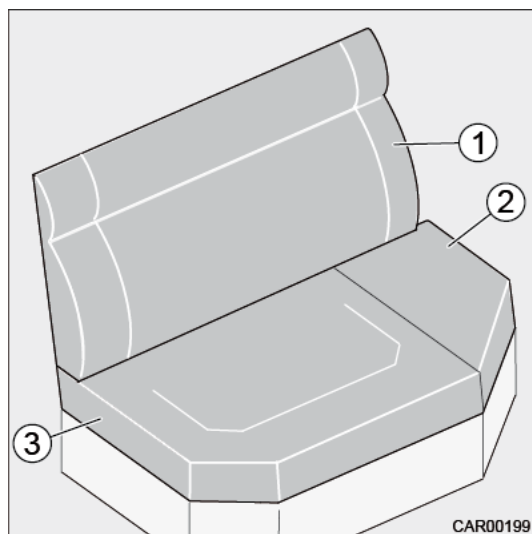

Fig. 28 Transformation de la banquette latérale
1. Enlever le coussin dossier (Fig. 28/1).
2. Enlever le coussin amovible (Fig. 28/2) du coussin d'assise (Fig. 28/3) et le ranger.